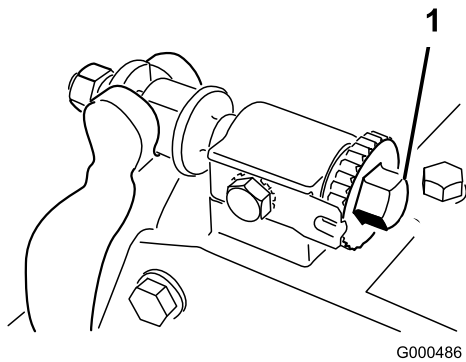

図 10
1. ユニットを水平で平らな作業台の上に置く。ベッド・バー調整ネジ (図 10) を左に回して、リールと下刃の接触を完全になくす。